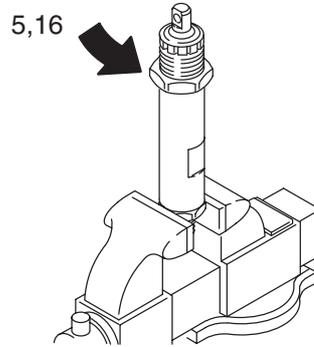

Fig. 5
Fig. 5 y listas de piezas. Afloje el tapón (5) y la tuerca prensaestopas (16).